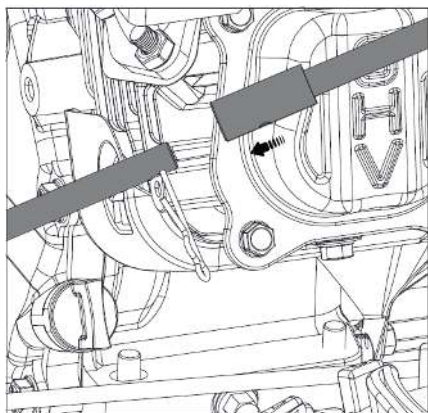

Рис. 8
1. Установите направляющий рычаг, закрепив его шплинтом (рис. 8).